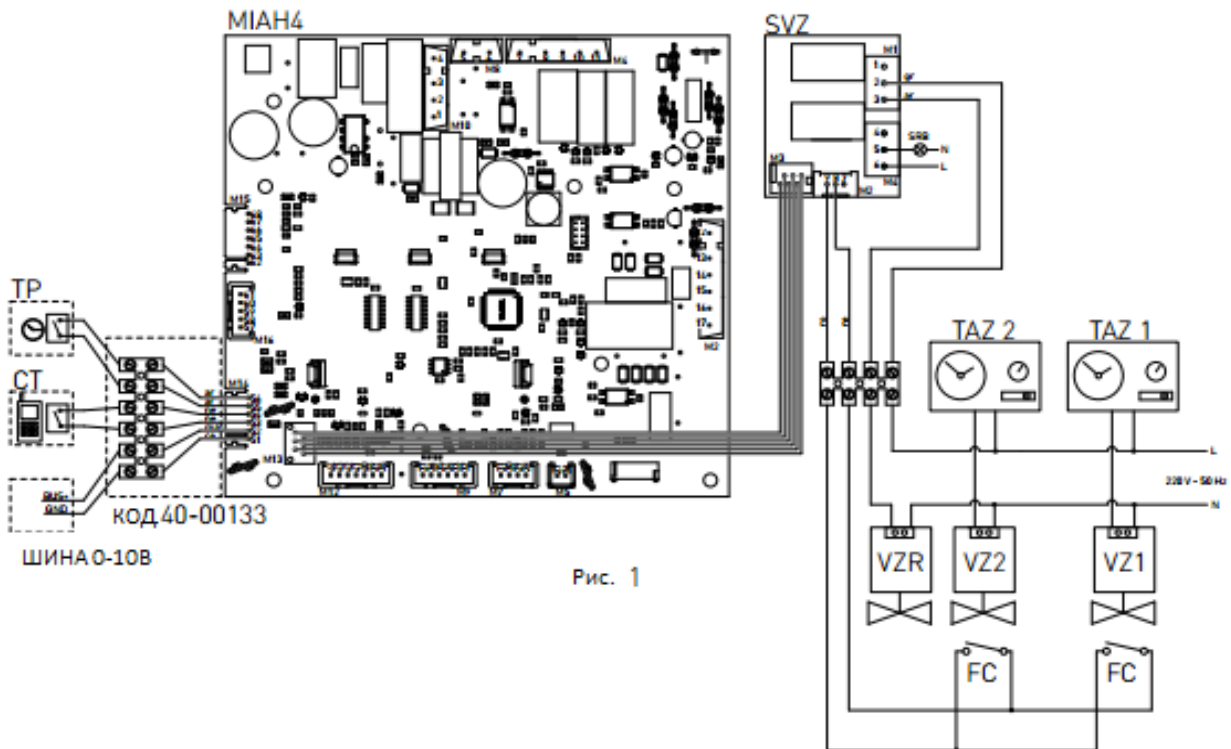

Рис. 1
- > После этого подсоедините кабели к электронной плате (см. рис. 1):